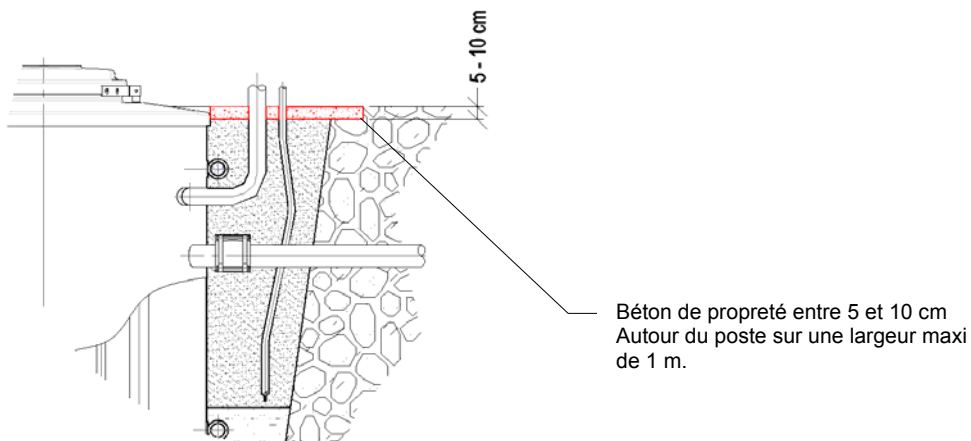

Fig. 8 : Semelle facultative de béton maigre de propreté
- m. Facultatif, faire un béton de propreté de 5 à 10 cm après stabilisation du remblai tout autour du poste sur une largeur de 1 m. (Fig. 8)